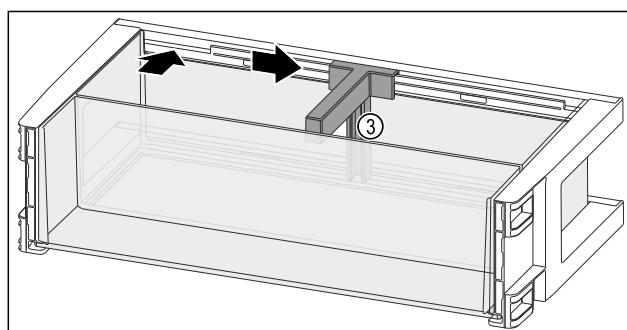

Fig. 99
- Inserire il portabottiglie Fig. 99 (3) nell'incavo.
- Far scorrere il portabottiglie Fig. 99 (3) lateralmente alla posizione desiderata.